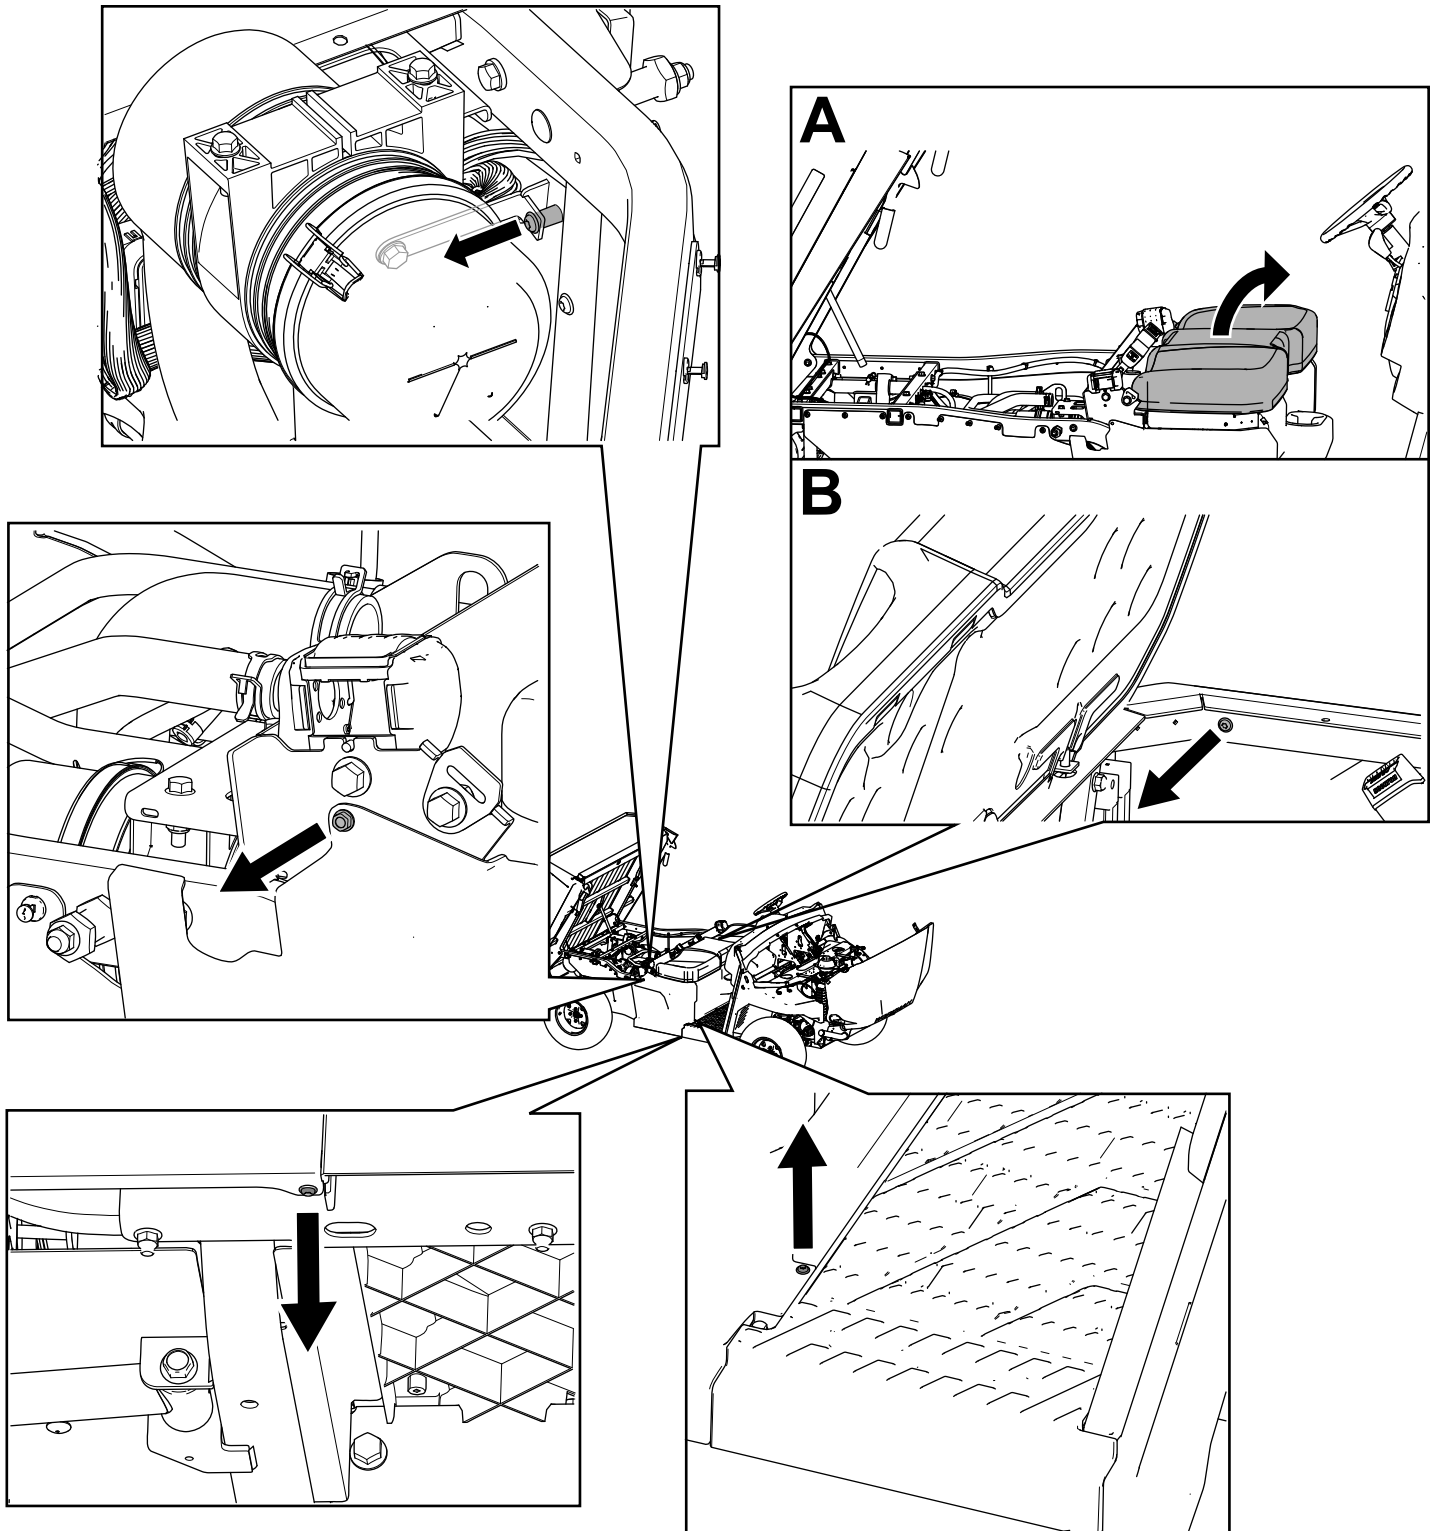

Figure 9
3. Retirez les boulons à tête hexagonale à embase ($\frac{1}{4}$ " x $\frac{3}{4}$ ") et les fixations à tête Torx T30 des panneaux de base gauche et droit du siège (Figure 9).